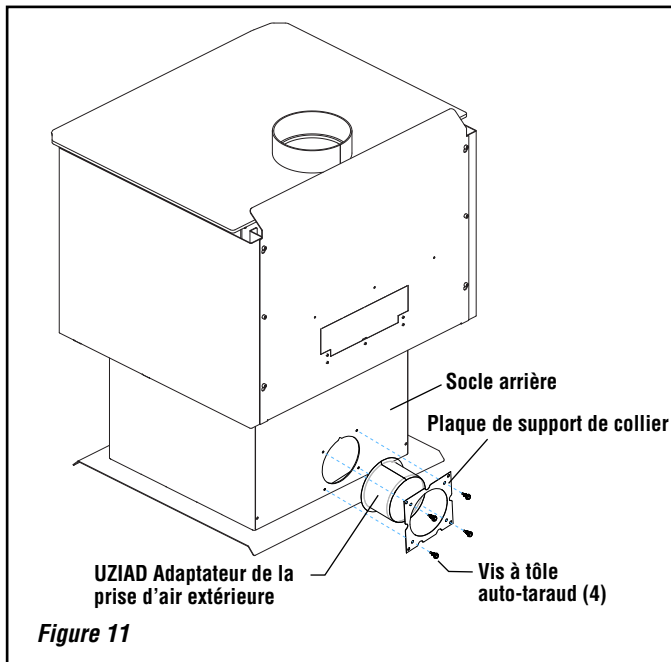

Figure 11
2. **Installer le socle arrière comme illustré à la figure 11.**
Col avec support de col : Centrer le collier de 4 po de diamètre sur l'orifice d'admission d'air, puis le fixer avec le support de collier à l'aide des quatre (4) vis Tek de 5/8 po fournies, en alignant la plaque sur les trous de capture de l'unité. Dans certains cas, les trous de capture ne sont pas percés; dans ce cas, utiliser les vis Tek pour commencer les trous directement (**Figure 11**).
4. **Installation des conduits et registre d'air (voir Figures 11 à 14)** - l'ensemble d'air extérieur peut être installé selon les exigences suivantes:
- b) Le registre d'admission d'air ne doit pas être installé à plus de dix (10) pieds (3050 mm) au-dessus de la base du poêle.
- Installer la prise dans la buse existante du poêle (see **figure 11**).